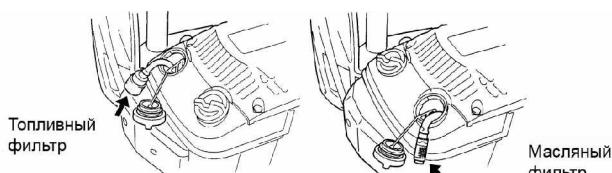

Рис. 19.
2. Топливный фильтр. См. Рис. 19.
3. Масляный фильтр. См. Рис. 19.